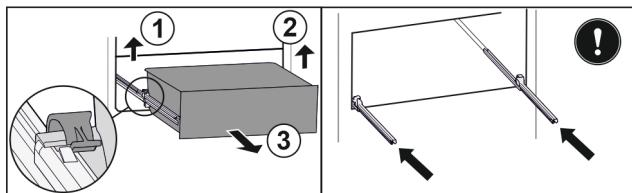

Fig. 41
- Zvedněte levou svorku a současně vytáhněte zásuvku vlevo dopředu. Fig. 41 (1)
- Zvedněte pravou svorku a současně vytáhněte zásuvku vpravo dopředu. Fig. 41 (2)
- Vyjměte zásuvku dopředu. Fig. 41 (3)